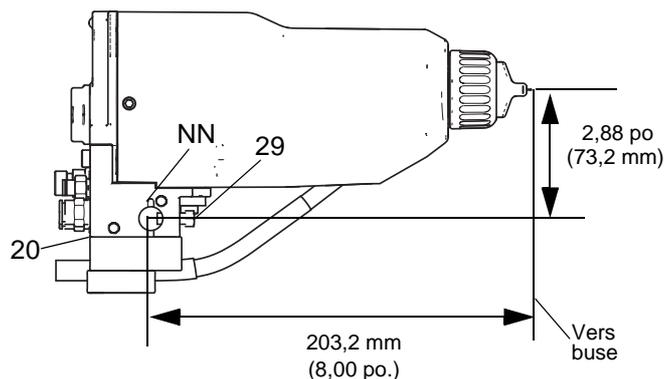

Fig. 4 . Montage
1. Desserrez les deux vis de fixation (29) du collecteur et faites glisser le collecteur (20) sur une bielle de fixation de 13 mm (1/2 po.). Consultez la FIGURE 4.
**REMARQUE :** Pour obtenir un positionnement plus fiable, introduisez une broche de positionnement de 3 mm (1/8 po.) dans la fente (NN) de la fixation et dans un trou de la tige. Consultez les détails sur la FIGURE 4.